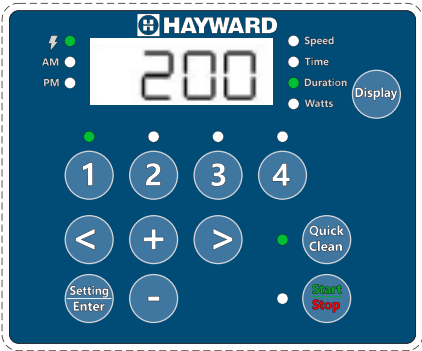

Рис. 7
4) Нажмите кнопку Quick Clean. На экране отобразится продолжительность быстрой очистки. Во время редактирования светодиодный индикатор параметра Duration будет мигать. **См. рис. 7.**